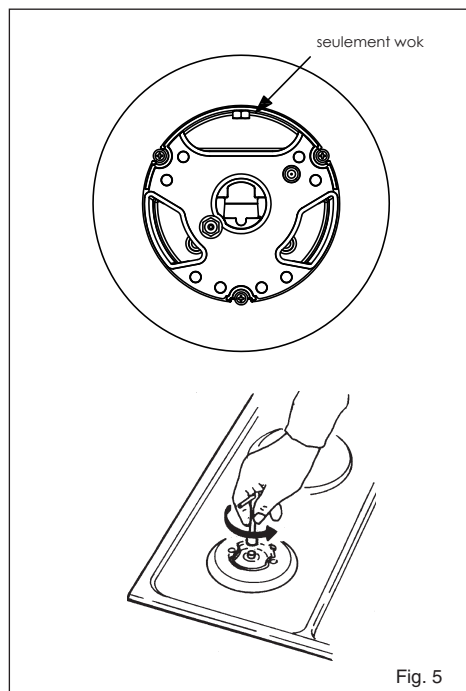

Fig. 5
Adaptation à un différent type de gaz (Fig. 5)
- à la substitution des injecteurs (Fig. 5) avec ceux correspondants au type de gaz qu'il faut utiliser (voir tableau "Caracteristiques utilisateurs").